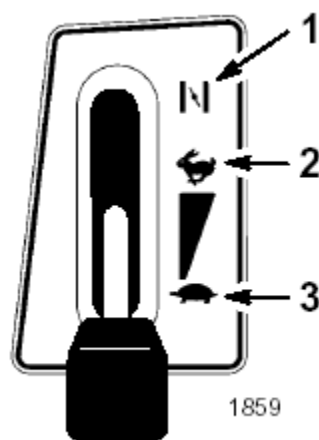

图8
6、引擎启动后，慢慢将油门移至“FAST”快位置。（图8）如果引擎停止或运转减慢，将油门手柄向后拉至“CHOKE”阻风门位置几秒钟。再将油门杆调至“FAST”快档。视需要重复。
1、将油门杆移至“SLOW”慢位。（图8）